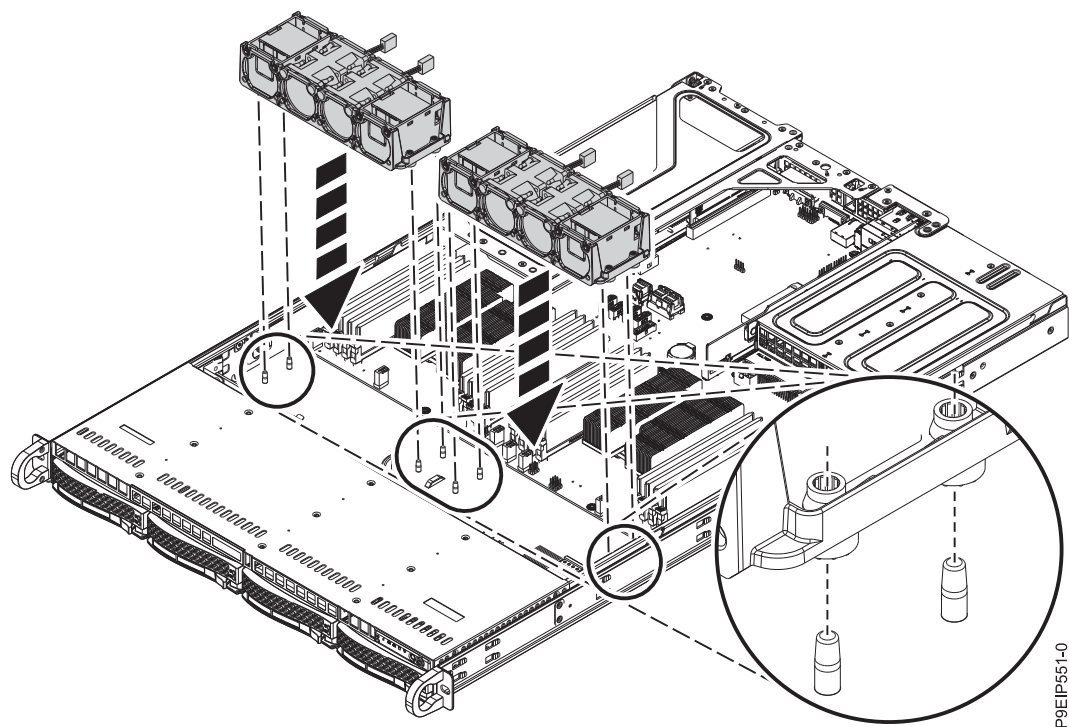

Figure 17. Alignement du support de ventilateur
3. Remettez en place le support de ventilateur dans le châssis. Alignez les trous du support de ventilateur avec les broches au bas du châssis, comme illustré dans la figure 17, à la page 23. Pour le support de ventilateur situé à côté du commutateur du couvercle, déplacez temporairement les câbles du commutateur du couvercle. Une fois le support de ventilateur placé dans le système, remplacez les câbles à côté du support de ventilateur.